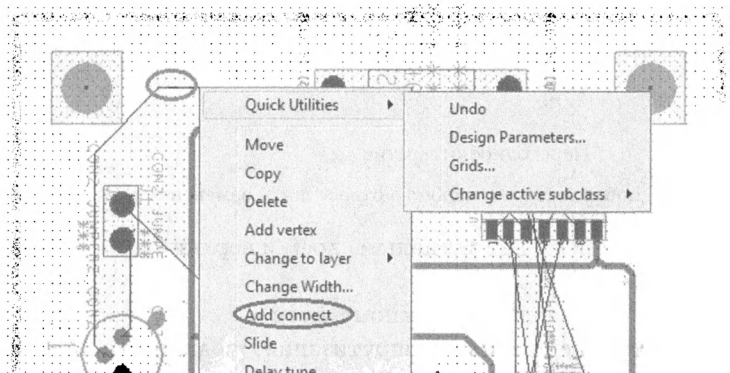

Рис. 21.47. Выбор цепи для разводки
3. Выберите Connect из меню Route или выделите цепь, нажмите правую кнопку мыши и выберите Add connect (рис. 21.47).